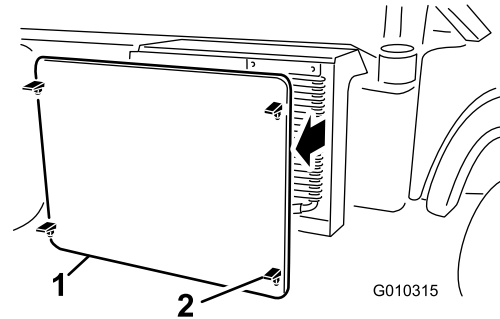

Bild 58
2. Lösen und entfernen Sie das Kühlgitter vorne am Kühler (Bild 58).